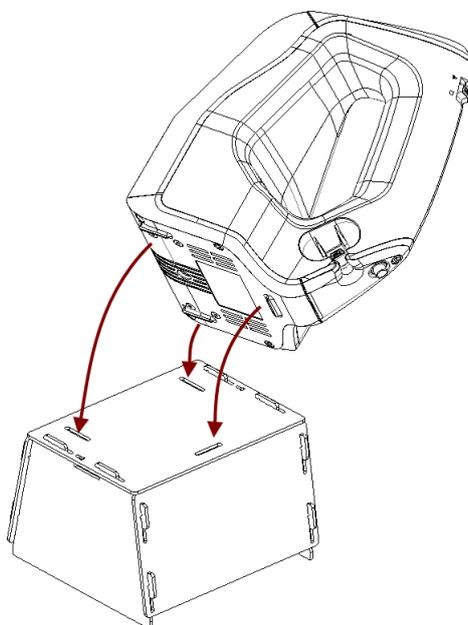

Рис. 12.7: Установка Artec Spider на подставку
3. Разместите сканер на подставке, убедившись, что три ножки сканера вошли в три соответствующих отверстия подставки (см. Рис. 12.7).